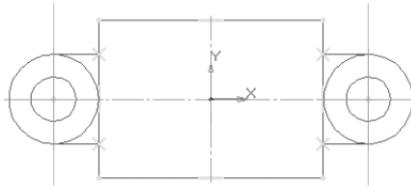

Рис. 168
- постройте горизонтальные отрезки от точек пересечения окружностей с вертикальными осями симметрии до прямоугольника. Сработают глобальные привязки **Ближайшая точка** и **Пересечение** (рис. 168);